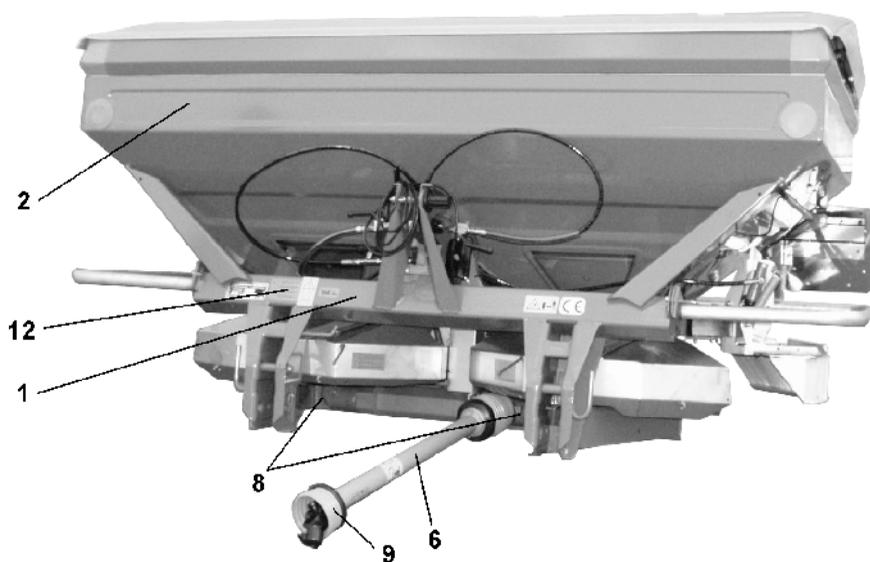

Fig. 3
- Telaio (Fig. 3/1)
- Tramoggia (Fig. 3/2)
- Albero PdF (Fig. 3/6)
- Protezioni tra il centro del cardano e la scatola ingranaggi angolare (Fig. 3/8)
- Protezioni albero PdF (Fig. 3/9)
- Simboli di sicurezza (segnali di avviso) (Fig. 3/12)